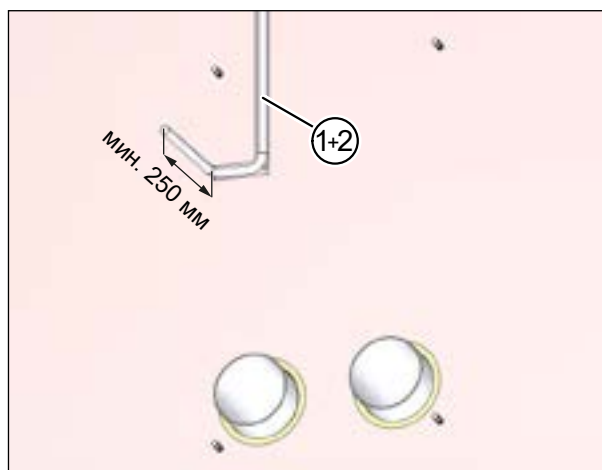

Рис. 25: проложить кабель электропитания
- ▶ Проложите кабель электропитания (поз. 1 на рис. 25) и, при необходимости, кабель системы управления (поз. 2 на рис. 25) так, чтобы он примерно на 250 мм выступал над стеной.